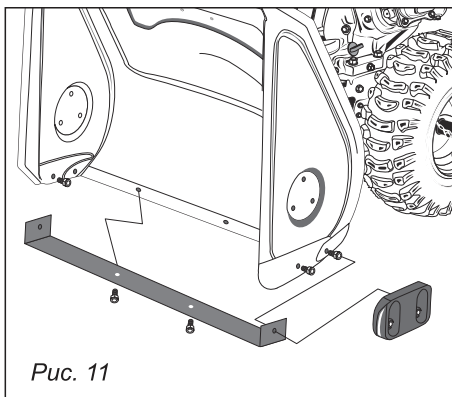

Рис. 11
Скребок и опорные полозья снизу машины подвергаются износу. Их необходимо периодически проверять и менять (рис. 11).
2. Установите новые опорные полозья четырьмя болтами и гайками (см. рис. 11).
2. Установите новый скребок, убедившись, что головки болтов находятся внутри корпуса. Надежно закрутите (см. рис. 11).